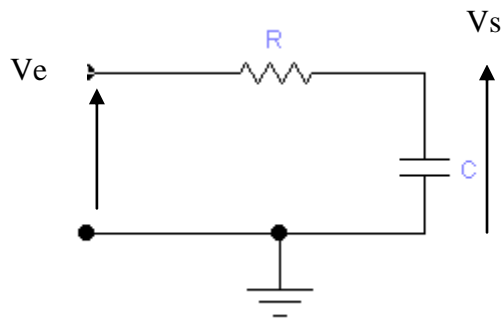
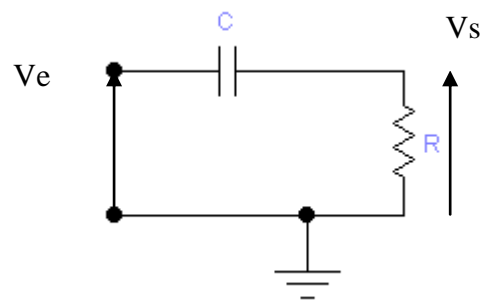

Figure 1
Figure 2
Une analyse fréquentielle du montage permet de déterminer les fréquences acceptées ou rejetées par ce filtre. En considérant les deux circuits donnés par les figures 1 et 2, on peut exprimer la fonction de transfert sous la forme : $\underline{H} = H.e^{j\varphi}$ où H est le gain (ou l'atténuation) et φ sa phase. La fonction de transfert dépend de la fréquence.
2. Travail demandé pour chaque circuit (Fig 1 et Fig 2) :
On réalise le montage de la figure 1 avec $R = 1K\Omega$ et $C = 10nF$. Le circuit est alimenté sous la tension alternative $V_e = V_{\max} \sin wt$, de fréquence variable f . on observe la tension V_s à l'oscilloscope.
Réaliser le montage de la figure. 2.